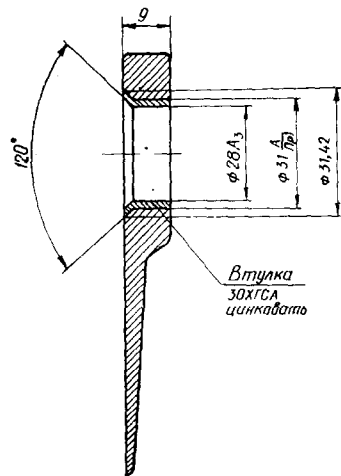

Рис. 2.24.2. Установка ремонтной втулки при выработке отверстия $\varnothing 28A_3$ в книце узла крепления моторамы на шп. № 1
- изготовьте ремонтную втулку согласно эскизу (рис. 2.24.2);